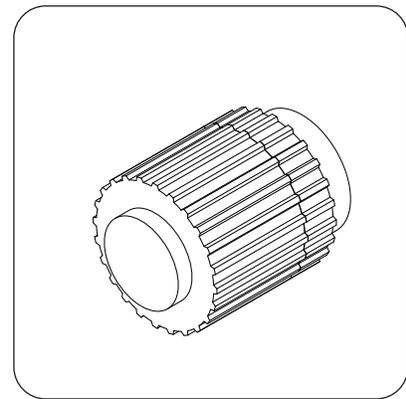
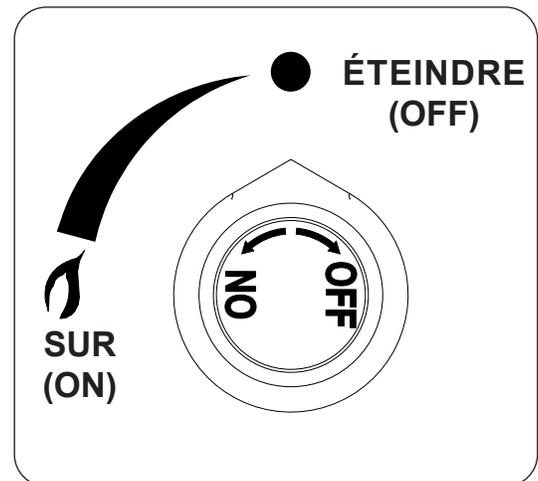

Fig. 50-1 Détail du bouton d'allumage
Fig. 50-2 Détail du bouton de commande
- 2. Localisez le panneau de commande sur le côté de l'appareil (consultez la LISTE DES PIÈCES D'IDENTIFICATION si nécessaire), et identifiez le bouton d'allumage (Fig. 50-1) et le bouton de commande du gaz (Fig. 50-2). Assurez-vous que le bouton de commande du gaz est en position OFF (éteindre) avant de commencer la séquence d'allumage.
Pour éteindre votre brûleur à gaz, tournez le bouton de commande du gaz dans le sens des aiguilles d'une montre jusqu'à la position **OFF (éteindre)** (voir Fig. 50-2). Assurez-vous que le bouton de commande est complètement éteint pour éviter toute fuite de gaz.